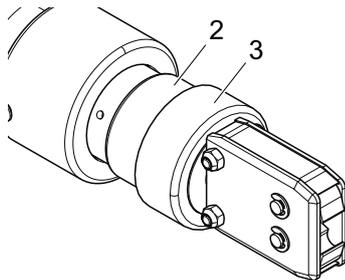

Abb. 13: Zangenkopf drehen
2. Fassen Sie den Zangenkopf im Bereich 2 (Abb. 13/2) an und drehen Sie ihn in die gewünschte Position.